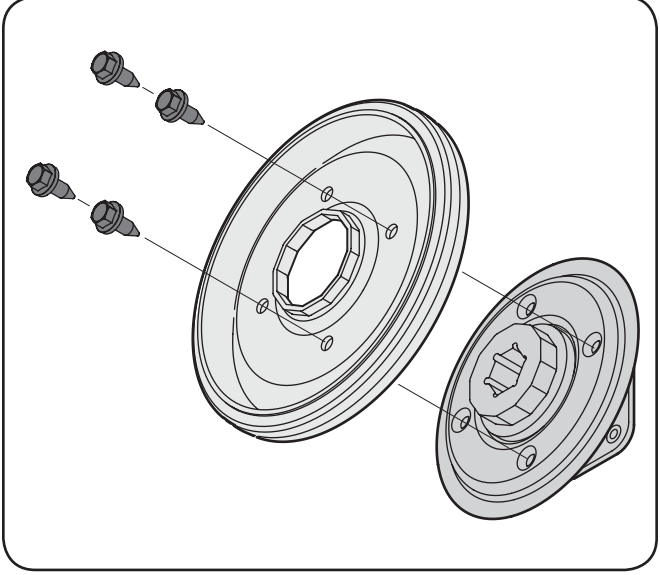

Figure 7-12
- Enlevez les quatre vis qui maintiennent la roue de frottement sur le moyeu. Voir la Figure 7-12. Jetez la roue de frottement usagée.